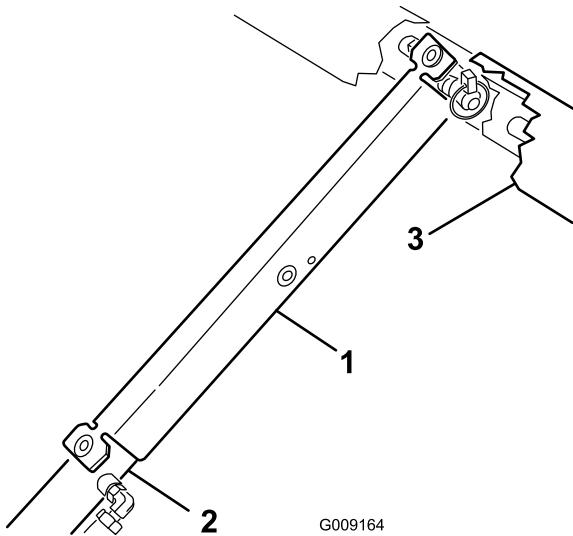

Figure 2
3. Poussez la béquille de sécurité du plateau sur la tige du vérin et appuyez bien les pattes d'extrémité contre l'extrémité du corps du vérin et l'extrémité de la tige du vérin (Figure 2).